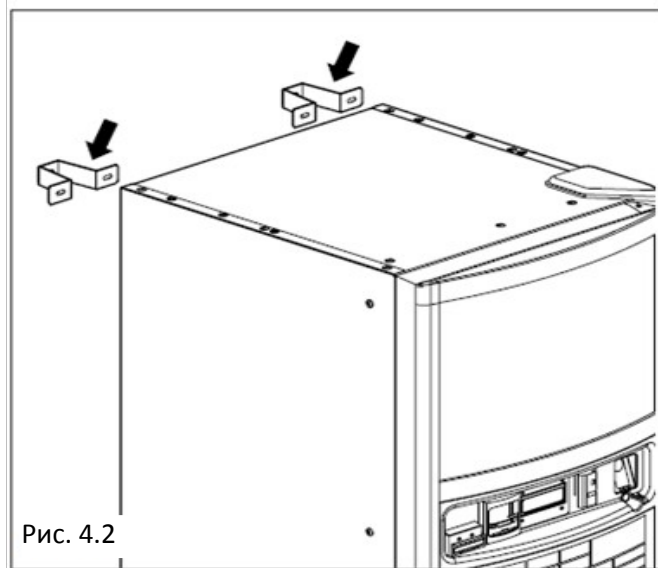

Рис. 4.2
- Из соображений безопасности мы рекомендуем использовать фиксирующие скобы (Рис. 4.2)